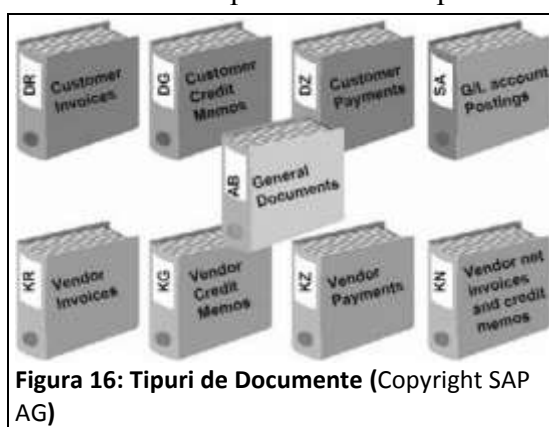

Figura 16: Tipuri de Documente (Copyright SAP AG)
Clasificarea, gestiunea și memorarea tranzacțiilor este realizată prin utilizarea tipurilor de documente (vezi Anexa 2; Figura 16), cum ar fi Facturi Clienți (DR), Plăți Furnizori (KZ), Facturi Furnizori (KR), Documente generale (AB) etc. Tipurile de documente controlează numărul de serie al documentului contabil și tipurile de conturi agreate. Tipul de document permite realizarea distincției între multitudinea de documente FI.